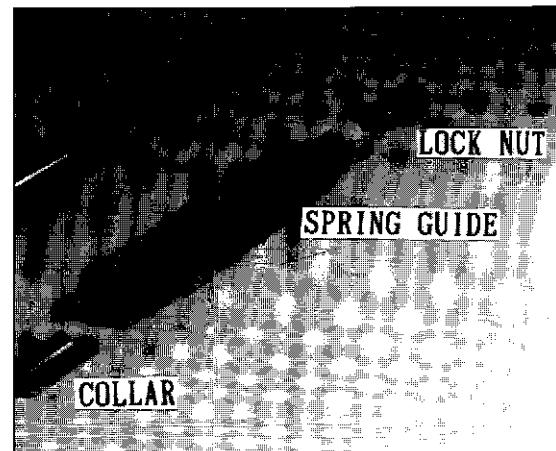

Fig. 4
- 7) Von der Kolbenstange folgende Teile entfernen (Bild 4):